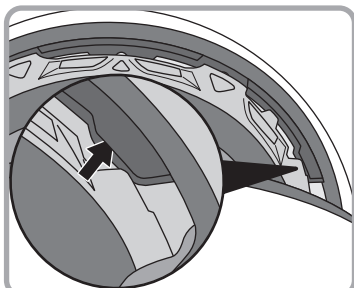

Abb.1
- ① Setzen Sie das Zwischenfutter wie in Abb. 1 gezeigt in den Schläfenbereichen ein